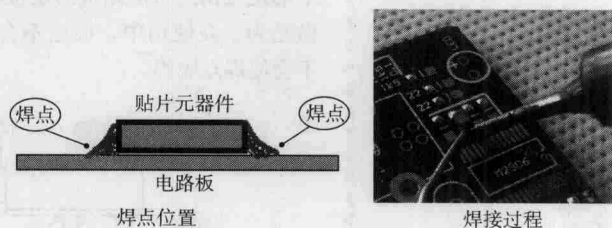

图 1-12 贴片元器件焊接示意图
(4) 贴片元器件焊接实验 如图 1-12 所示是贴片元器件焊接示意图。焊点在贴片元器件的两侧，贴片元器件焊在铜箔线路这一面。要求焊点没有气孔，有一定的坡度。